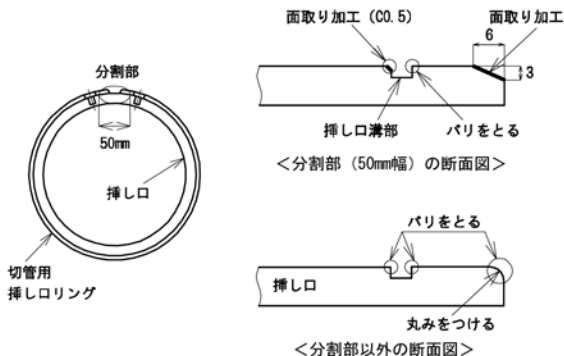

図75 挿し口のバリ取りおよび端面処理
- ③ やすりまたはグラインダ等を使用して、加工部に発生したバリを取る (図75)。呼び径300~450では、図75のように、切管用挿し口リングの分割部が位置する箇所 (幅50mm) の挿し口端面に3×6mmの面取り、挿し口溝部にC0.5程度の面取りを行う。